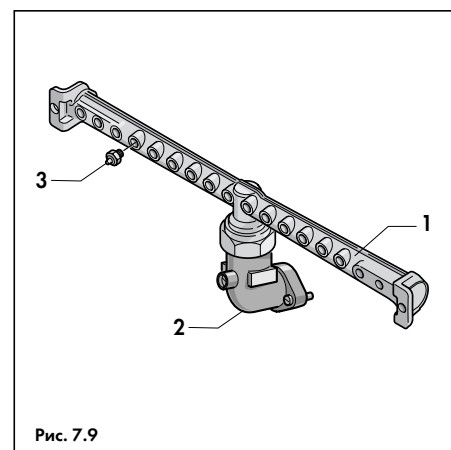
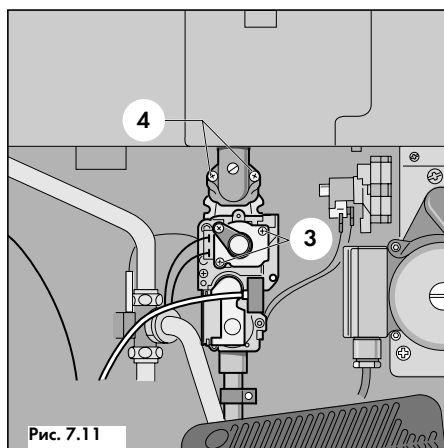

Рис. 7.9
Рис. 7.11
- Выкрутить 2 винта (4, рис. 7.11) и вытащить коллектор (1, рис. 7.9) с соплами вместе с угловым присоединительным участком (2, рис. 7.9) из камеры сгорания;
- Выкрутить установленные в коллекторе (1, рис. 7.9) сопла (3, рис. 7.9) и заменить их на сопла для другого вида газа из соответствующего комплекта для перенастройки, при этом запрещается использовать какие-либо уплотнения или герметики;
- Коллектор (1, рис. 7.9) вместе с угловым присоединительным участком (2, рис. 7.9) установить на газовую арматуру, крепко закрутив 2 винта (4, рис. 7.11). При этом необходимо проследить за правильным положением кольцевого уплотнения, его перекос может привести к неплотности соединения;
- Выкрутить винты (3, рис. 7.11) и, отсоединив модулирующий регулятор (3, рис. 7.10), вытащить его из газовой арматуры;
- Закрепить модулирующий регулятор на газовой арматуре, затянув винты (3, рис. 7.11);